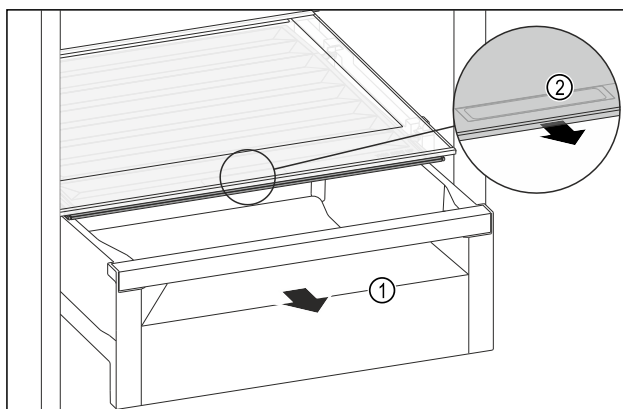

Fig. 146
- ▶ Træk skuffen Fig. 146 (1) ud.
- ▶ Tag fat i grebsforsænkningen Fig. 146 (2) i bokslåget, og træk samtidigt bokslåget frem.